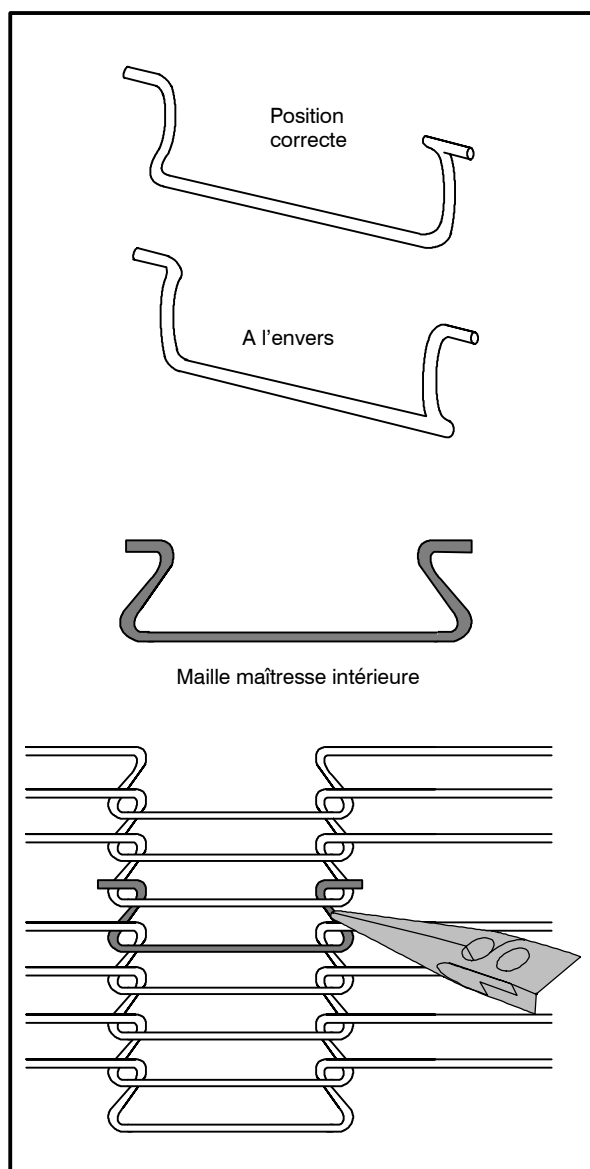

Figure 12
6. Placez les mailles maîtresses intérieures pour relier les deux extrémités du tapis du convoyeur. Voir la Figure 12.